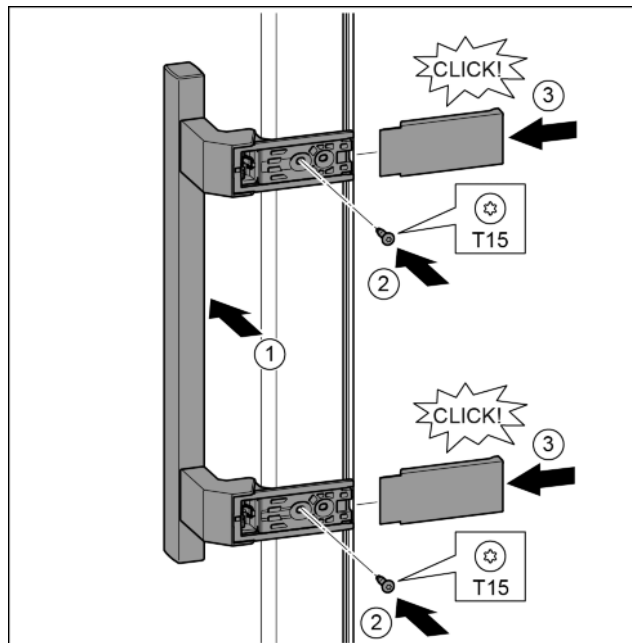

Fig. 21
- Установить ручку на противоположной стороне. Fig. 21 (1)
- Затянуть винты отверткой T15. Fig. 21 (2)
- Установить крышки сбоку и надвинуть. Fig. 21 (3)